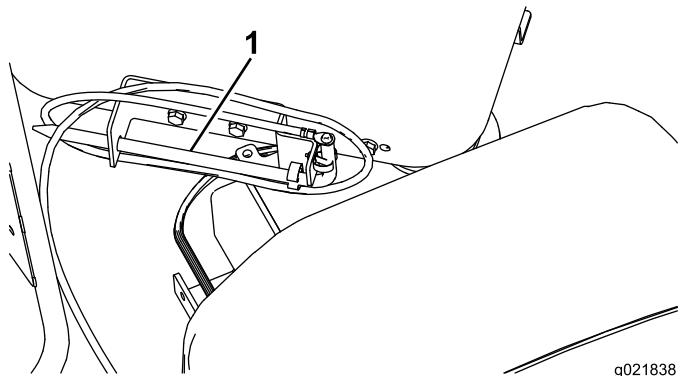

Figura 66
8. Guarde a haste de aterramento em seu suporte na plataforma do operador, como mostra a Figura 66.